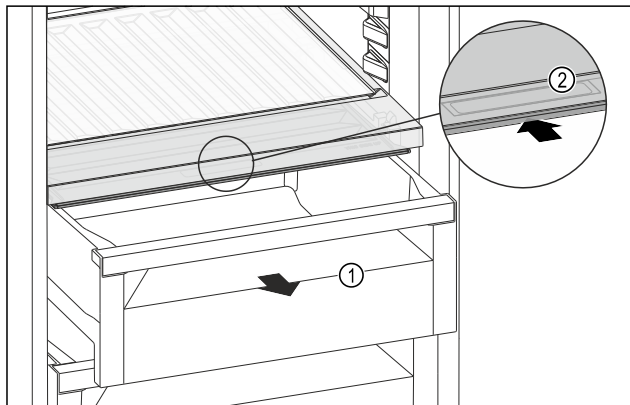

Fig. 157
- ▶ Извлеките выдвижной ящик Fig. 157 (1).
- ▶ Возьмитесь за утопленную ручку Fig. 157 (2) на крышке отделения и одновременно введите крышку отделения назад.